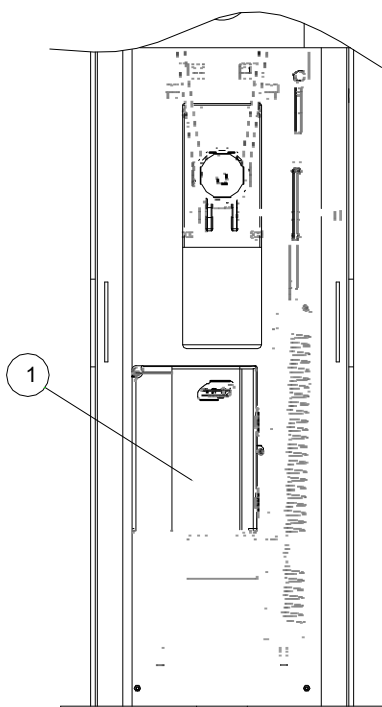
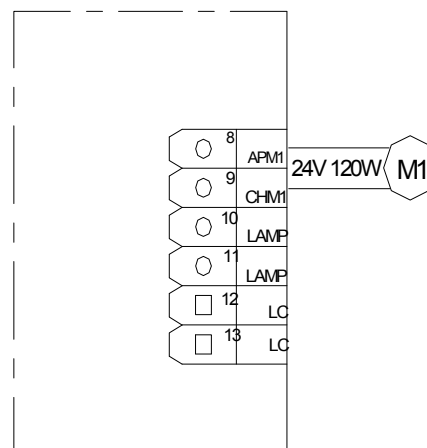

Fig.8
Fig. 9
- Pentru a inversa sensul de deschidere, mutați centrala de comandă(1), mutați arcul în poziția corespunzătoare (Fig.8) și inversați conexiunea motorului electric pe centrala de comandă (Fig.9).